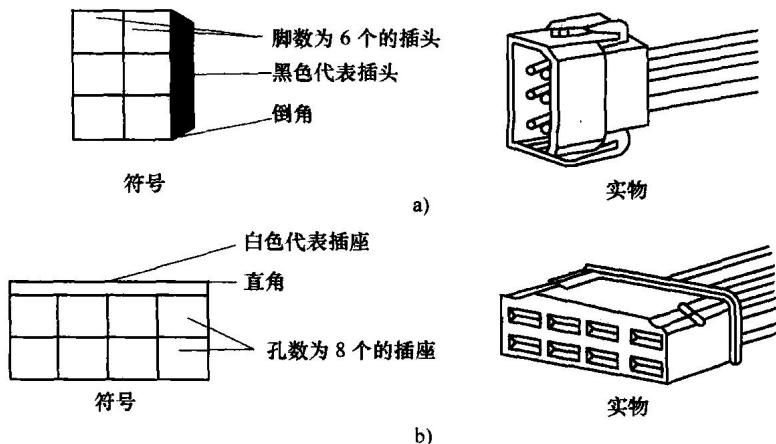

图 1-11 插接器的符号和实物
(1) 插接器的识别方法 插接器的符号和实物对照如图 1-11 所示。符号涂黑的表示插头，白色的表示插座，带有倒角的表示是针式插头。